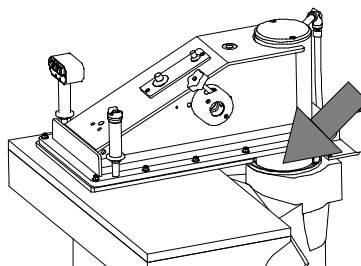

Fig. 20
c) limpar com um pano (que não deixe retalho/detrituto) no raspador da lubrificação de coluna (para S/SE108: cód. 01002005; para S/SE/120C: cód. 01010413; para S/SE120/122/124C/124/125C/125/125L: cód. 01001367, táb. 1) dos resíduos de pó do ambiente, bem como do pó acumulado do processo de corte (pó de couro e cepo), esta limpeza deverá ser efetuada no mínimo uma vez ao mês (Fig. 20);